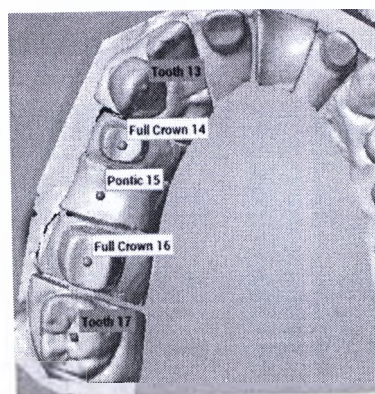

Рис.16 Определить зубы на скане
9. Всплывает «Инструмент назначения моделей» (Model assignation designer) для указания на скане зубов, для которых запрошена разработка протезов. Номера указываются рядом с курсором, щелкнуть на соответствующий зуб на скане дуги. Соседние элементы автоматически маркируются как «зубы» или «десна» (рисунок 16).